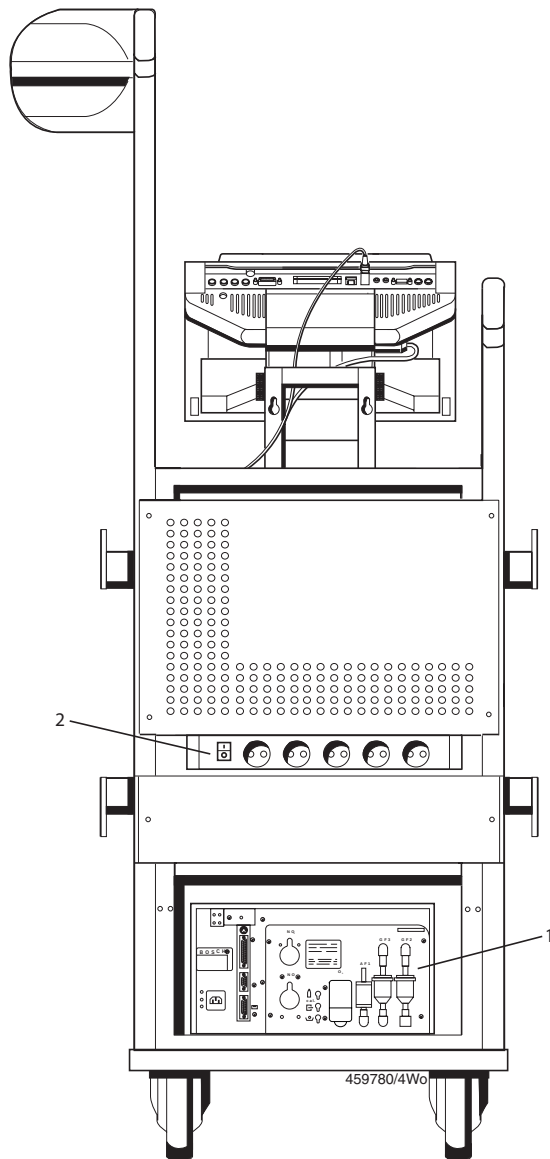

Fig. 2: Vy bakifrån FSA 750
FSA 740 slås till och från med den centrala nätströmbrytaren på apparatens baksida (se Fig. 2, pos. 4).